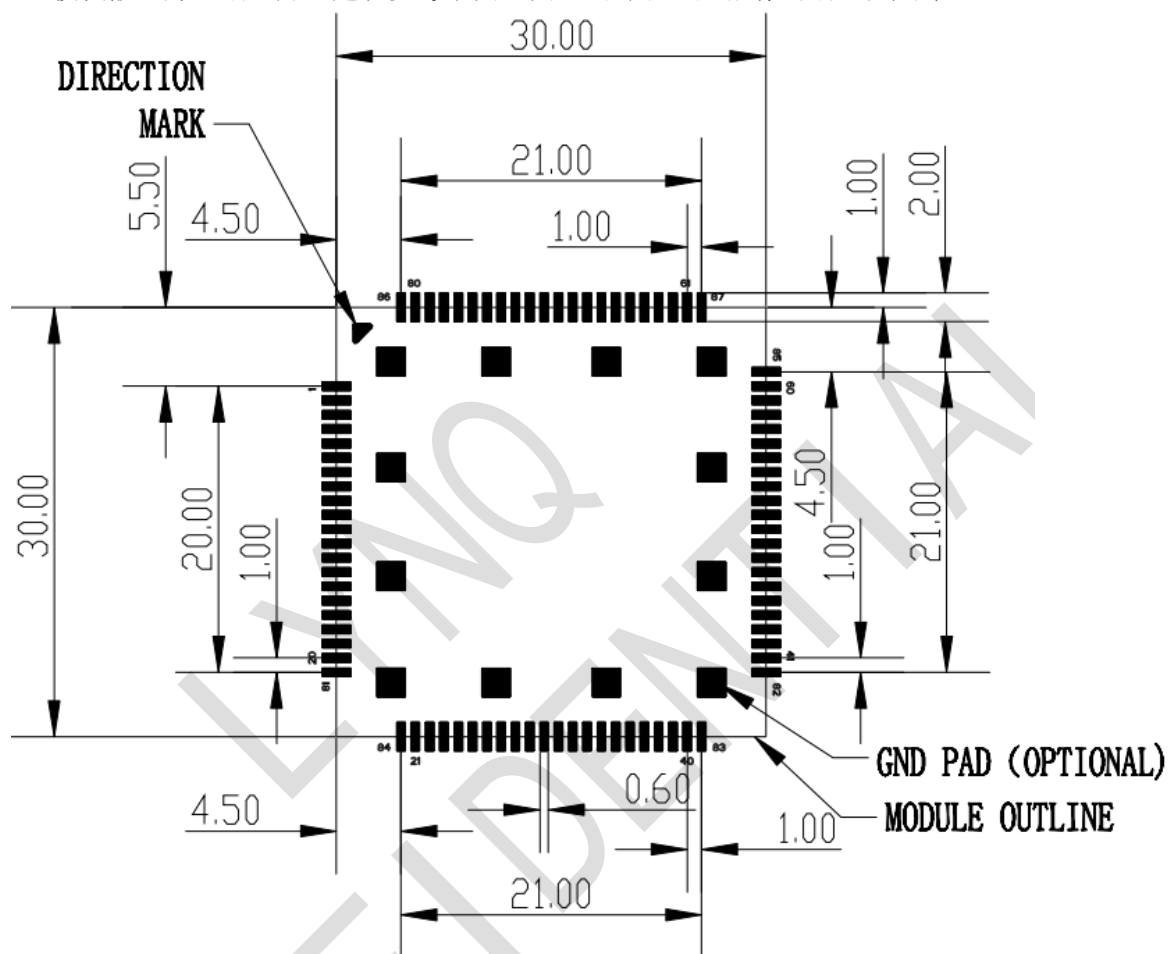
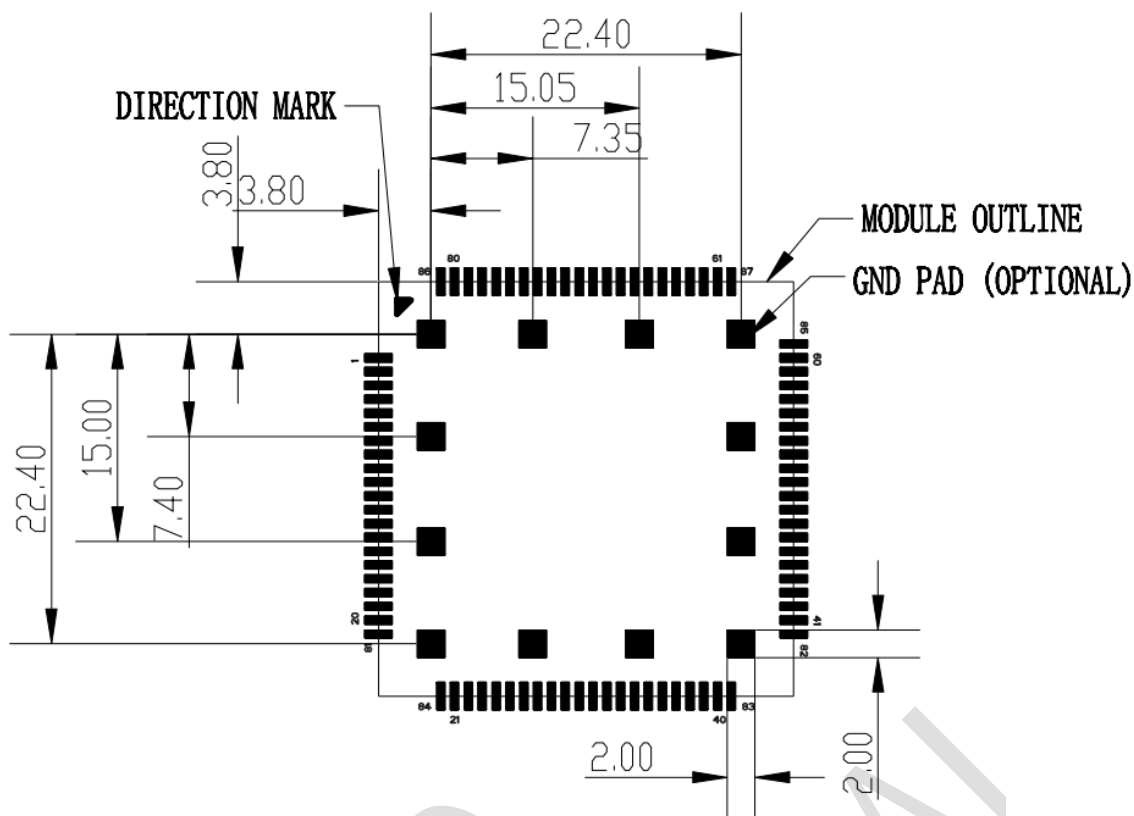

图 6-1 推荐焊盘钢网Top view (detail A)
图 6-2 推荐焊盘钢网Top view (detail B)
- 2) 模块散热焊盘钢网开口建议参考下图。图6-1和图6-2是推荐的钢网及尺寸。